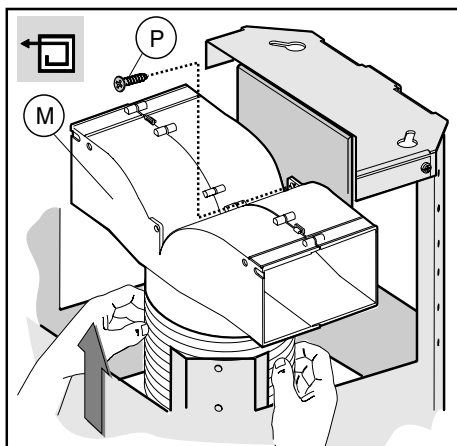
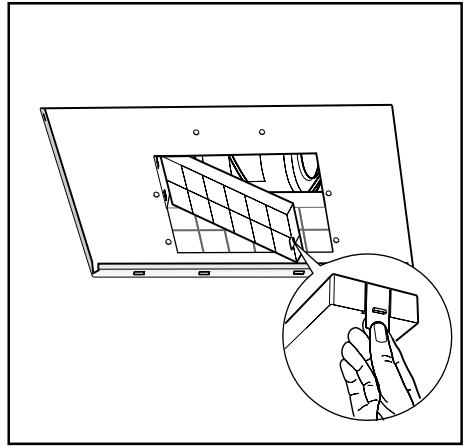

Fig.8
Fig.17
- **Versione filtrante:** collegare il tubo flessibile al deflettore **M** e fissare la vite **I** come indicato in (Fig.8), i filtri al carbone attivo devono essere applicati al gruppo aspirante posto all'interno della cappa (Fig.17).